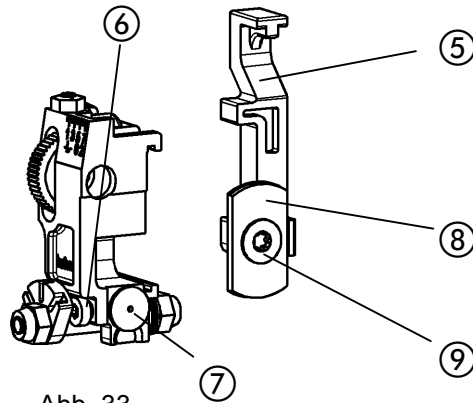

Abb. 33
- Abb. 33 -
- Klemmschraube ⑥ lösen und Rundmesser ⑦ herausnehmen.